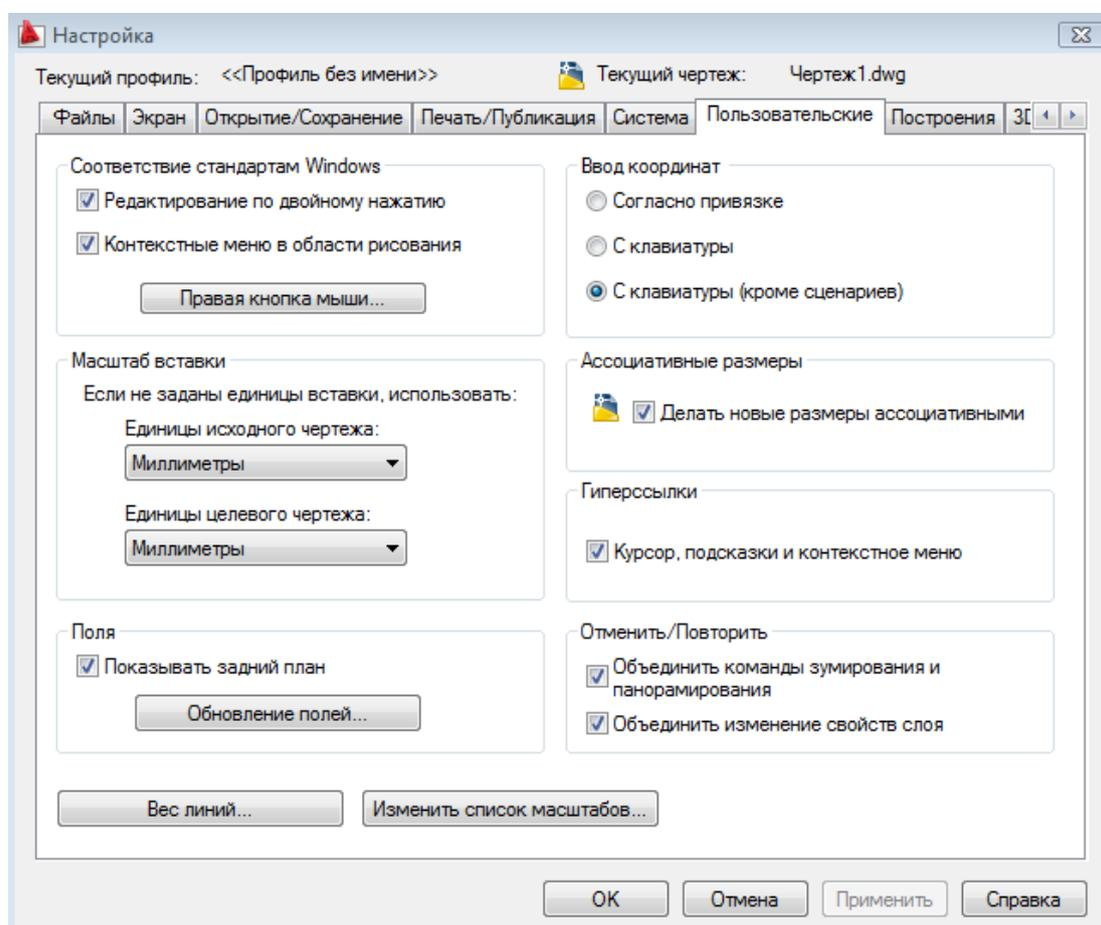

Рис. 1.8. Вкладка Пользовательские (Preferences) диалогового окна Настройка (Options)
4. Включить вызов контекстного меню при щелчке правой кнопкой мыши в графической области. Для этого в диалоговом окне *Настройка (Options)* на вкладке *Пользовательские (Preferences)* (рис. 1.8) установить флажок *Контекстного меню в области рисования (Shortcut menus in drawing area)*.
5. Настроить вызов контекстного меню при щелчке правой кнопкой мыши в графической области. Для этого в диалоговом окне *Настройка (Options)* на вкладке *Пользовательские (Preferences)* (рис. 1.8)